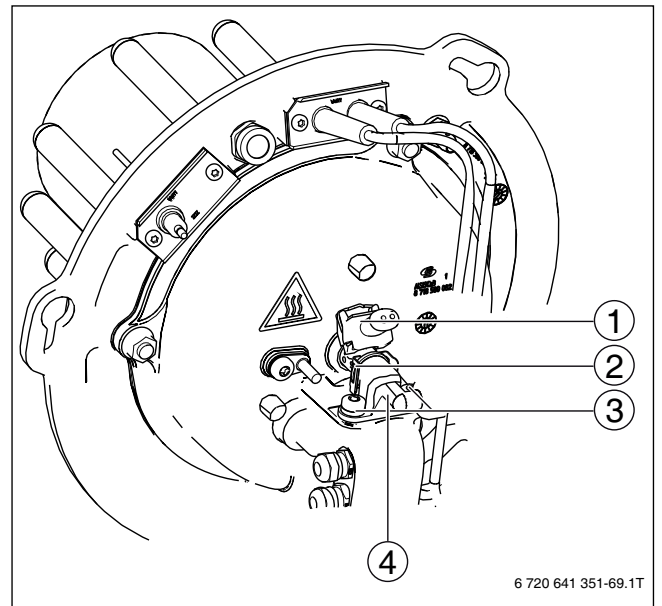

Bild 84 Brennereinspritzventil austauschen
- ▶ Stecker (→ Bild 84 [1]) entriegeln (Klammer lösen).
- ▶ Befestigungsschrauben (→Bild 84 [3]) am Anschlussstück lösen.